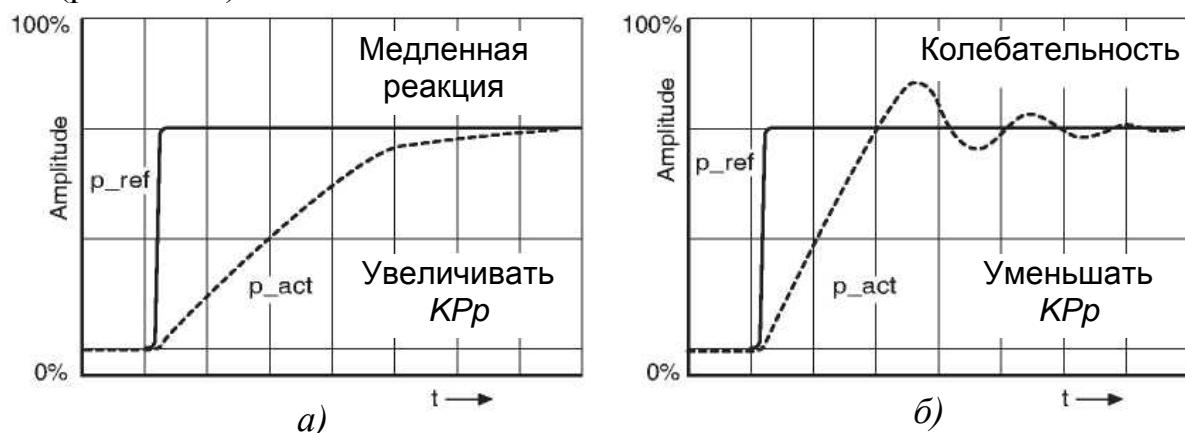

Рис. 4.11 Влияние $CTRL_KPr$ на характер процессов в контуре положения
- чрезмерное его увеличение приводит к появлению автоколебаний и неустойчивости работы привода (рис. 4.11б);
- слишком малая величина приводит к увеличению ошибки по положению (рис. 4.11а).